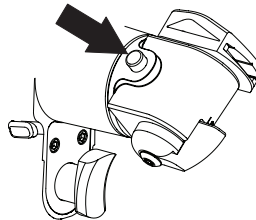

Figura 2 Pulse el botón para ajustar el cabezal
1. Mantenga pulsado el botón de ajuste mientras gira el cabezal sagital al ángulo de corte deseado (véase la figura 2).